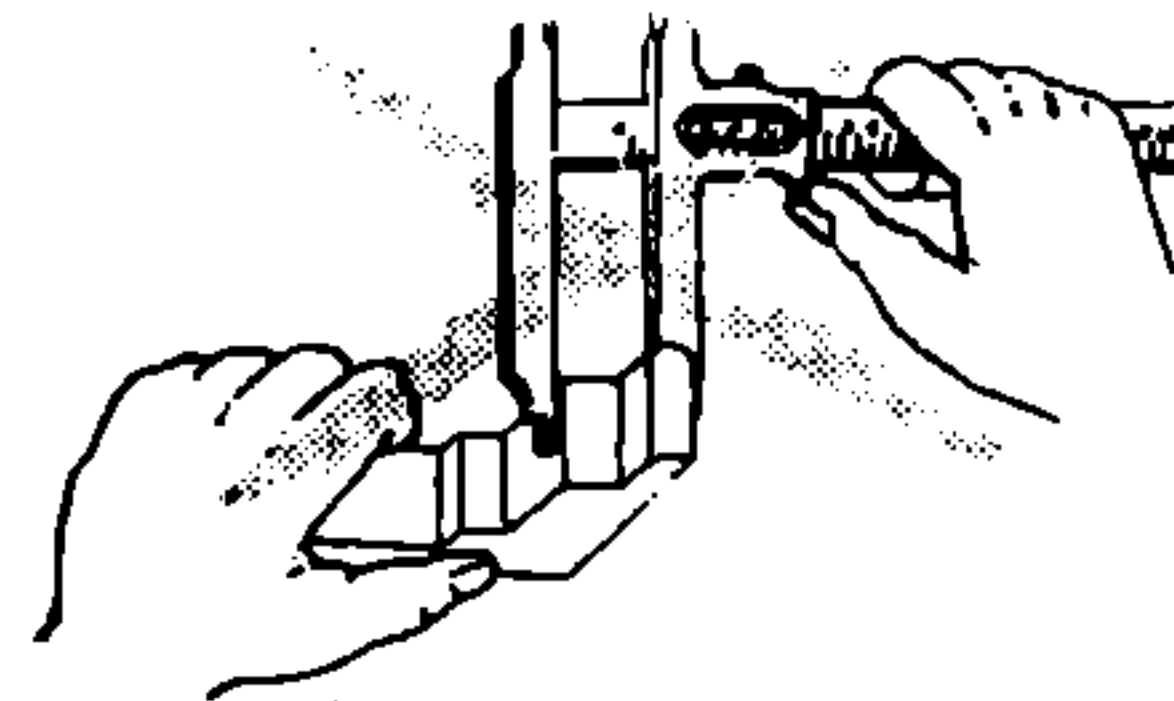

Bild 13
14. Warum führen die ausgestrichenen Handhaben (Bild 13 und 14) zu falschen Ergebnissen?